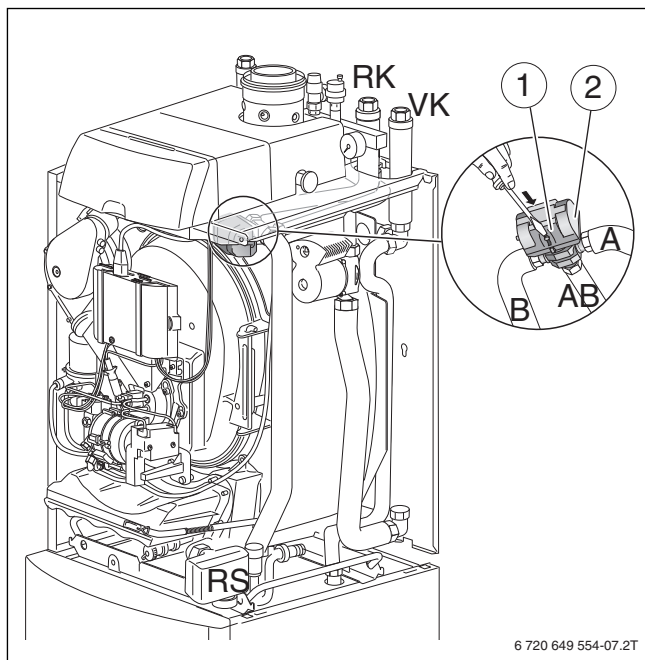

Bild 23 Manueller Umschalter des 3-Wege-Ventils (Lupe zeigt das 3-Wege-Ventil von unten)
- ▶ Darauf achten, dass das 3-Wege-Ventil (→ Bild 23, [2]) ohne Strom zwischen den Anschlüssen AB und B offen ist (→ Bild 23).
Bei defektem Stellantrieb kann das 3-Wege-Ventil [2] mit dem manuellen Umschalter [1] von AB-B zu AB-A geöffnet werden (→ Bild 23).
- ▶ Um das 3-Wege-Ventil umzuschalten, mit einem Schraubendreher den Hebel (→ Bild 23, [1]) in Pfeilrichtung drücken, bis er einrastet.